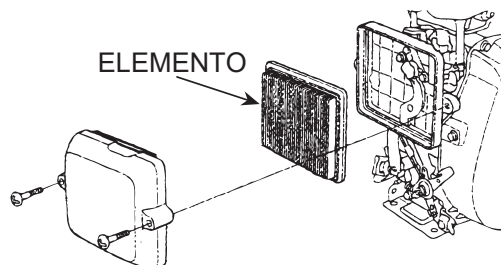

Figura 17. Filtro de aire (motor)
- Saque el elemento del filtro de aire (motor) (Figura 17) y lávelo con gasolina o queroseno. Vuelva a instalar el elemento.